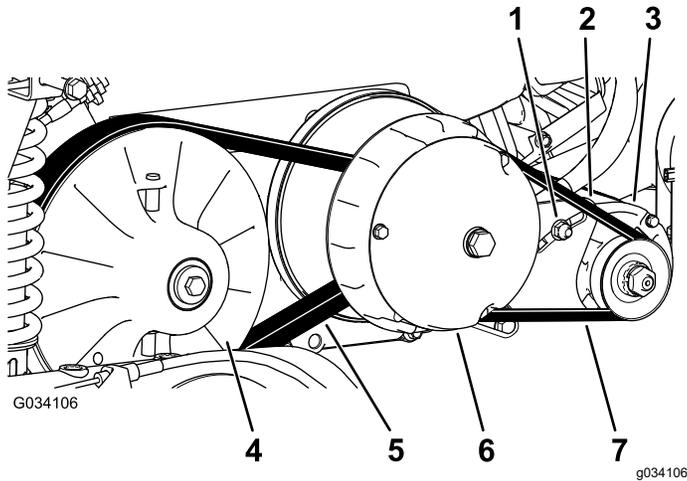

図 64
6. ベルト **図 64** を手で回転させながら、磨耗や破損がないかを点検する。
3. 2次クラッチを回しながら2次クラッチ部分でベルトを外す (**図 64**)。
4. 1次クラッチからベルトを外す (**図 64**)。
5. 新しいベルトを一次クラッチに掛ける **図 64**。
6. 2次クラッチを回しながら2次クラッチ部分でベルトを外す (**図 64**)。
2. スタータジェネレータのピボットナットをゆるめる **図 64**。
4. バールを下に押ししてスタータを下げる。ベルトを $44 \text{ N} \cdot \text{m} / 4.5 \text{ kg}$ の力で押した時のたわみが 6 mm になるようにスタータの位置を調整する **図 64**。
5. ピボットナットを手締めし、バールを取り外す **図 64**。